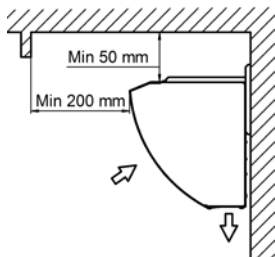

Рисунок 1 Відстань до оточуючих поверхонь
- строго витримуйте (не зменшуйте) вказані мінімальні відстані від корпусу завіси до найближчих оточуючих поверхонь (рисунок 1).
При установці суворо дотримуйтесь (не зменшуйте) вказані мінімальні відстані від корпусу до найближчих обмежуючих поверхонь (рисунок 1).
Відкрутіть гвинт на кришці 4 пульта, рисунок 1, зніміть кришку.